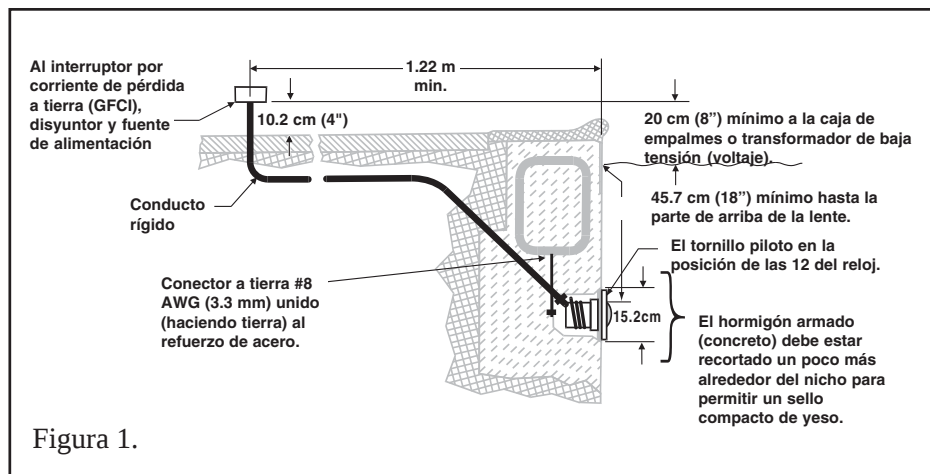

Figura 1.
A. Antes de instalar el accesorio portalámparas, el electricista debe haber completado los siguientes pasos de preparación, ver la figura 1.
- La caja de conexiones (o, para los modelos de 12 voltios, el transformador de bajo voltaje) debe estar colocada al menos a 20 centímetros (8 pulgadas) sobre el nivel del agua y debe estar colocada al menos a 10 centímetros (4 pulgadas) sobre el nivel de tierra al menos un metro veintidós centímetros (48 pulgadas) del borde de la piscina, vea la figura 1.
- El nicho en húmedo debe estar correctamente instalado de manera que el tornillo piloto se encuentre en la posición de las 12 del reloj y que el borde superior del lente de la lámpara subacuática se encuentre a un mínimo de 45.7 cm (18 pulgadas) por debajo de la superficie del agua de la piscina; vea la figura 1.
- El nicho mojado está unido eléctricamente en la forma correcta y conectado a tierra a través del conector a tierra Núm. 8 AWG (3.3 mm) ubicado en la parte trasera del nicho, vea la figura 1.
- Pasar el cordón a través del tubo para paso de cables eléctricos a la caja de conexiones, dejar un mínimo de 1.22 metros (4 pies) de cable en el portalámparas para enrollar alrededor de la luz; ver figura 1. Este metro y veintidós centímetros (4 pies) de cable alrededor de la luz permitirán darle servicio cuando la piscina ya esté llena de agua.
- b. La caja de conexiones (o, para los modelos de 12 voltios, el transformador de bajo voltaje) debe estar colocada al menos a 20 centímetros (8 pulgadas) sobre el nivel del agua y debe estar colocada al menos a 10 centímetros (4 pulgadas) sobre el nivel de tierra al menos un metro veintidós centímetros (48 pulgadas) del borde de la piscina, ver figura 1.
- e. El nicho está unido eléctricamente en la forma correcta y conectado a tierra a través del conector a tierra Núm. 8 AWG ubicado en la parte trasera del nicho, ver figura 1.